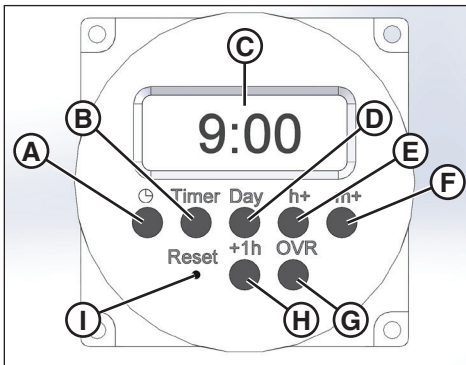

Figure 14
2. Appuyer sur le bouton OVR (**G**, Figure 14) sur le module de la minuterie pour activer le mode manuel. Appuyer de nouveau pour éteindre.
- a. Avec un objet contondant, appuyer et relâcher le bouton Reset (Réinitialisation) (**I**, Figure 14). L'écran de la minuterie (**C**) clignotera.
- b. Appuyer simultanément sur les boutons Clock (Horloge) (**E**, Figure 14) et Hour (Heure) (**E**). La minuterie se réinitialisera à 0 h 00.
- a. Sous l'heure avancée, appuyer sur le bouton +1h (**H**, Figure 14). (si non, sauter cette étape.)
- b. Appuyer et tenir le bouton Clock (Horloge) (**A**, Figure 14) tout en appuyant simultanément sur les boutons Day (Jour) (**D**), Hour (heure) (**E**) et/ou Minute (**F**) jusqu'à ce que le bon jour et la bonne heure s'affichent.
- Appuyer une fois sur le bouton Timer (Minuterie) (**B**, Figure 14). **ACTIVÉ** s'affichera sur le côté gauche de l'afficheur.
- Appuyer de manière répétée sur le bouton Day (Jour) (**D**, Figure 14) pour activer ou désactiver chaque jour pour lequel s'allumera la minuterie.
- Appuyer sur les boutons Hour (Heure) (**E**, Figure 14) et Minute (**F**) jusqu'à l'heure voulue sur la minuterie s'affiche.
- Appuyer de nouveau sur le bouton Timer (Minuterie) (**B**, Figure 14). **DÉSACTIVÉ** s'affichera sur le côté gauche de l'afficheur.
- Appuyer de manière répétée sur le bouton Day (Jour) (**D**, Figure 14) pour activer ou désactiver chaque jour pour lequel s'éteindra la minuterie.
- Appuyer sur les boutons Hour (Heure) (**E**, Figure 14) et Minute (**F**) jusqu'à l'heure voulue pour laquelle s'éteindra la minuterie.